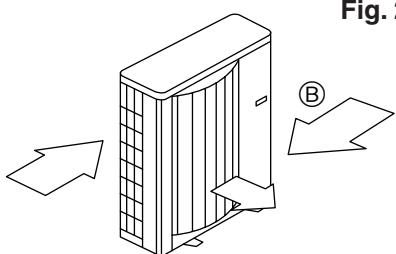

Fig. 2-5
- ③ Cihazın konumunu, mümkünse, hava çıkışından gelen havanın, mevsimsel rüzgarlarının yönüne dik gelmesini sağlayacak şekilde seçin. (Fig. 2-5)
④ Rüzgarın yönü